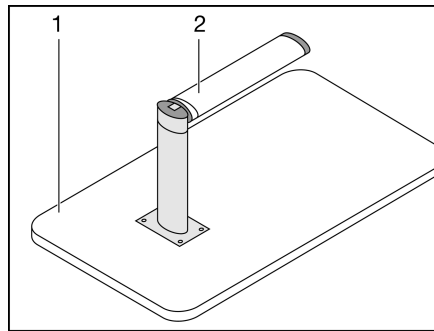

Fig. 54 Base de cama
- Levantar 45° aprox. el tablero de mesa (Fig. 54,1) por delante.
- Tirar hacia abajo de la parte inferior de la pata de apoyo articulada (Fig. 54,2) y abatirla 90°.